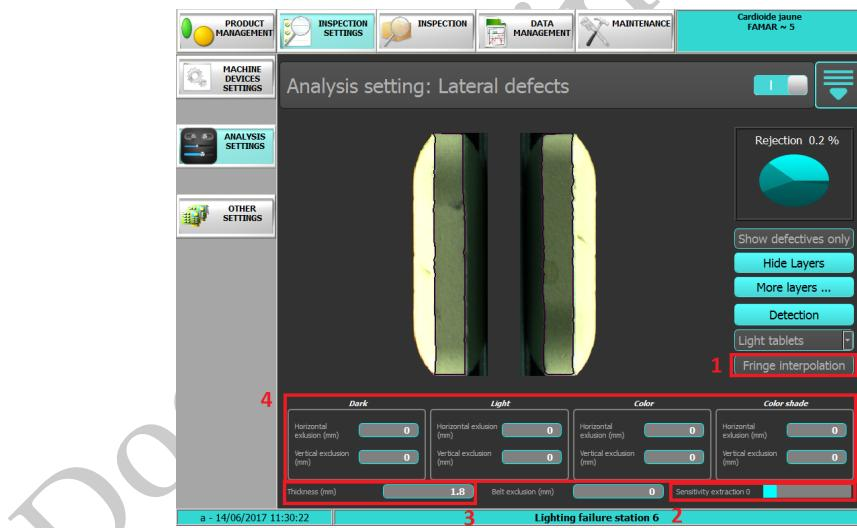

FIGURE 8.3 – Réglage de l'extraction de la tranche d'un comprimé clair avec la méthode **Light Tablets**
- Dé-sélectionner l'option **Fringe Interpolation**, voir Fig. 8.3 step 1. Cette option doit être cochée dans le cas du tri d'un comprimé blanc avec lequel la tranche est difficilement discernable, voir Fig. 8.4 (contraste faible aux extrémités du comprimé entre la tranche et la partie supérieure saturée)
- Placer le curseur **Sensitivity Extraction** à **0**, voir Fig. 8.3 step 2. Ce paramètre sert à ajuster le seuillage appliqué à la partie inférieure du comprimé, il permet de décaler le contour de la partie inférieure vers la zone d'ombre.
- Mesurer la tranche du comprimé au pied à coulisse et rentrer les trois-quarts de la valeur mesurée dans le paramètre **Thickness**, voir Fig. 8.3 step 3. Le comprimé utilisé dans cet exemple a une tranche de 3.4mm, le paramètre **Thickness** doit être à 2.55mm. Ce paramètre permet d'éjecter un comprimé si la tranche mesurée est inférieure à la valeur rentrée. Ce cas peut être rencontré lorsqu'un chip est présent sur toute la longueur du comprimé. L'extraction est faussée et le défaut peut ne pas être détecté par les analyses traditionnelles.
- Ajuster les valeur de zones d'exclusion selon les besoins de détection, voir Fig. 8.3 step 4. Le paramètre **Belt Exclusion** peut également être utilisé